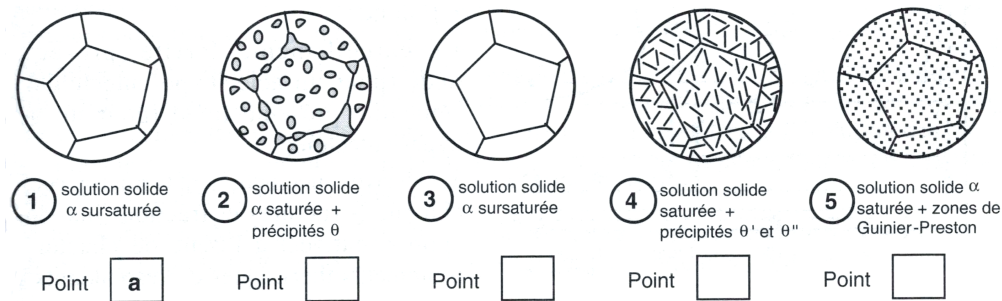

FIGURE 2 – Schémas de microstructures de l'alliage Al-Cu.
2. La figure 1b représente le diagramme TTT de cet alliage. Après une trempe depuis 550°C (trajet a-b), au cours d'un revenu à basse température (trajet b-c-d-e) la constitution de l'alliage passe par plusieurs étapes métastables avant d'atteindre un état stable. Le graphique joint présente l'évolution qualitative des principales propriétés mécaniques pendant ce revenu. Attribuer à chacune des étapes (b à e) du revenu, la microstructure correspondante parmi celles numérotées 2 à 5 de la figure 2.